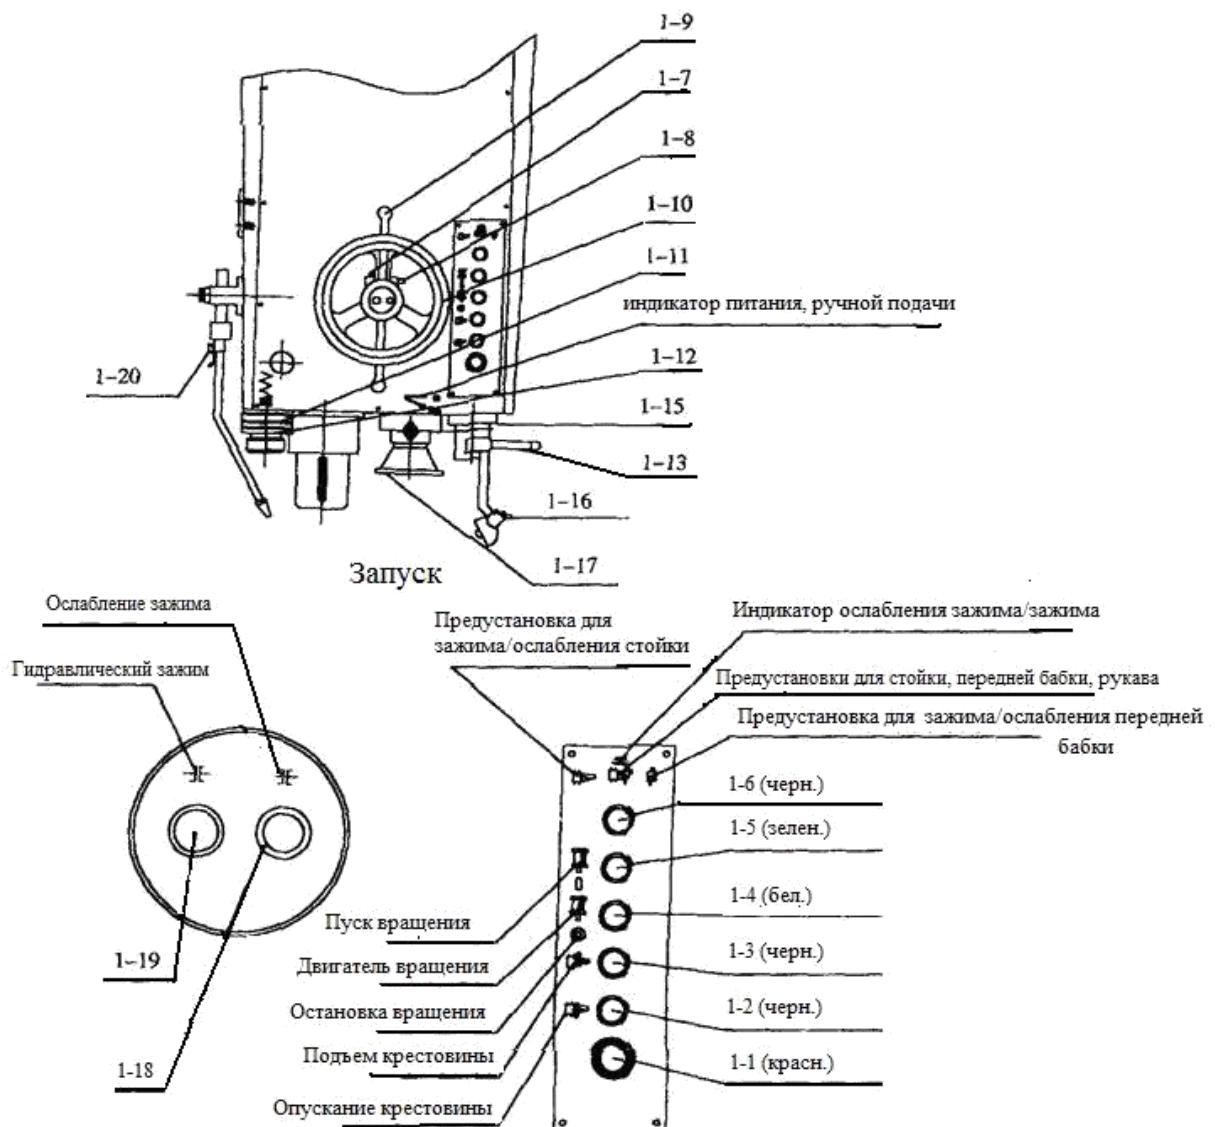

Рис. 3.1 3.2
2.4.7.5 Подключите провода основного питания. 2.4.8 Проверьте последовательность фаз (Рис.3.1):
2.4.9 Нажмите кнопку опускания 1-2 (Рис. 3.1) опустите рукав на 10 мм, удалите антикоррозийную смазку с верхней части стойки. Снова поднимите рукав на 10 мм, удалите антикоррозийную смазку снизу стойки, повторяйте до полной очистки от масла. Нажмите кнопку, чтобы ослабить переднюю бабку, поверните маховик перемещения 1-10, переместите переднюю бабку к левому краю, удалите антикоррозийную смазку с направляющей, вновь установите и закрепите переднюю бабку.
3.1.4 Передняя бабка (см. Рис. 3.1)
3.1.5 Поднимите и зафиксируйте рукав: Подъем рукава осуществляется за счет подъемного двигателя, шарико-винтовая передача и гайка для подъема рычага (см. Рис. 3.1 панель передней бабки). Имеется контргайка на гайке подъема, которая предотвращает внезапное падение рукава. Гидравлическое давление обеспечивает зажим рукава
Гидравлическое давление обеспечивает зажим передней бабки и стойки ромбовидным блоком. Зажим может выполнять эти два действия одновременно и по отдельности. (Кнопка 1-6 на панели передней бабки), среднее положение – жесткий зажим, левое положение – ослабить зажим только стойки, правое положение – ослабить зажим только передней бабки. (кнопка 1-18, 1-19) (см. Рис. 3.1)
#### Перечень рукоятей управления (см. Рис. 3.1)
1. Откройте главный выключатель 4-1 на стойке, а затем нажмите кнопку пуска насоса охлаждающей жидкости 4-3 (рис. 4.4), и включите лампы (рис.3.1);
3. Установите рукав в нужное положение точно в соответствии с высотой заготовки. (кнопка 1-2,1-3 рис.3.1, следующий за 4.8 такой же)